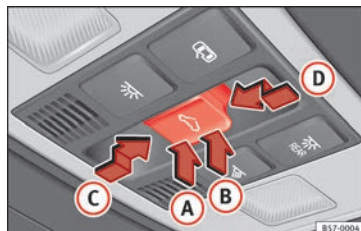

Fig. 140 Nel rivestimento interno del tetto: tasto del tettuccio di vetro.
Il tasto  **fig. 140** presenta due livelli. Nel primo livello è possibile porre il tettuccio di vetro in posizione di deflettore e aprirlo o chiuderlo, completamente o parzialmente.
- *Tettuccio di vetro*: prima che siano trascorsi approssimativamente 5 secondi dall'attivazione della protezione antischiacciamento, premere il tasto **↶»»** **fig. 140** fino al secondo livello nel senso della freccia **»» fig. 140** **Ⓛ** finché il tettuccio non si sarà chiuso completamente.